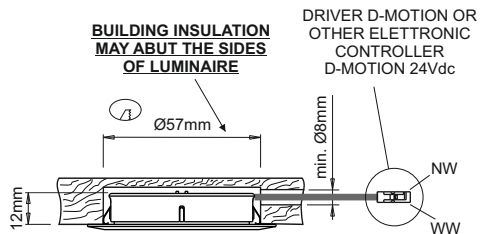

Fig 1
- To flush mount the device, bore a $\varnothing 57\text{mm}$ hole $\geq 12\text{mm}$ deep on the installation surface and then, if necessary, bore a $\varnothing \geq 8\text{mm}$ exit hole for the power supply cable as illustrated in figure 1.
für den Austritt des Netzkabels eine Bohrung mit $\varnothing \geq 8$ mm ausbilden (Abb. 1).
- Pour l'encastrement de l'appareil, pratiquer un trou de $\varnothing$ 57mm et d'une profondeur $\geq$ 12mm sur le plan de montage et, si besoin, pratiquer pour la sortie du câble d'alimentation un trou de $\varnothing \geq$ 8mm comme indiqué sur la figure 1.